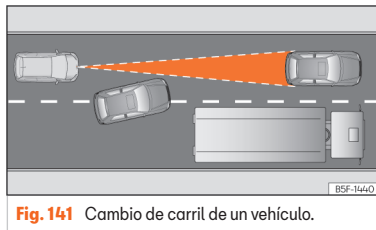

Fig. 141 Cambio de carril de un vehículo.
- Vehículos que cambien al carril por el que usted circula a poca distancia de su vehículo »» **fig. 141.**